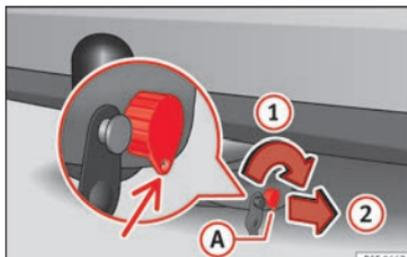

Fig. 230 Verrouiller la serrure
- Tournez la clé **A** dans le sens de la flèche **1** jusqu'à ce que la partie trouée de la clé atteigne sa position inférieure » » **fig. 230**.